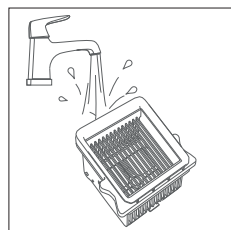

Fig. 19 – Limpieza del filtro
- ▶ Limpie también el filtro EPA 10 bajo un chorro de agua tibia (**véase Fig. 19**).